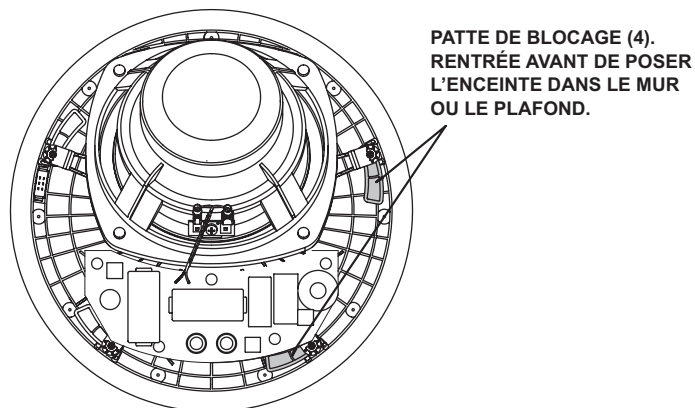

Figure 5
- S'assurer que les pattes de blocage sont tournées vers l'intérieur (Figure 5) de façon à pouvoir faire passer l'enceinte dans le trou découpé.